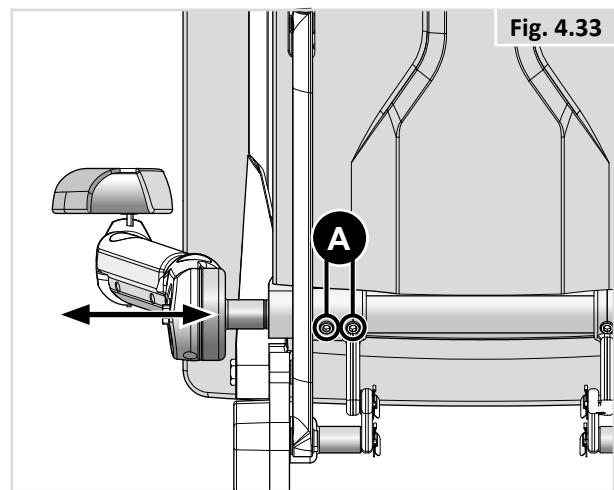

Fig. 4.33
- Lossa de två skruvarna (5,0mm insexnyckel) på traversrör som visas i (Fig. 4.33 - A).